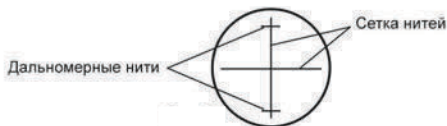

Рис.17
- 1) Наведитесь на рейку и посчитайте количество сантиметровых делений между двумя дальномерными нитями (Рис.17).